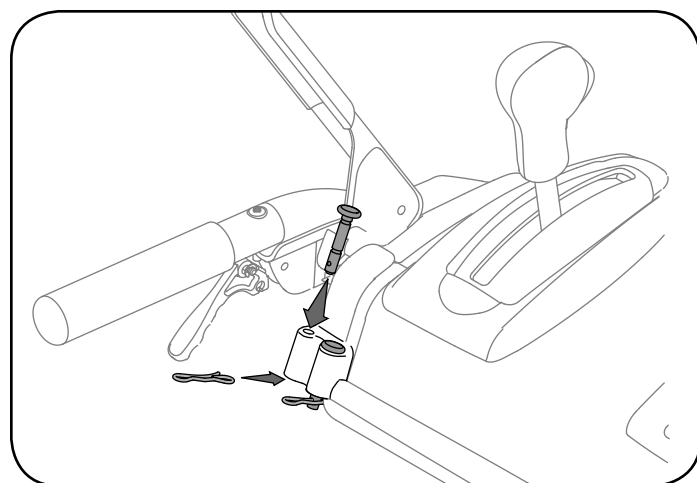

Figura 8
- Dos pasadores de cuchilla de repuesto (con pasadores de chaveta). Pueden guardarse en el panel de instrumentos de plástico. Vea la figura 8.
En el panel de instrumentos de plástico hay orificios para el almacenamiento conveniente del pasador de cuchilla. Vea la figura 8.